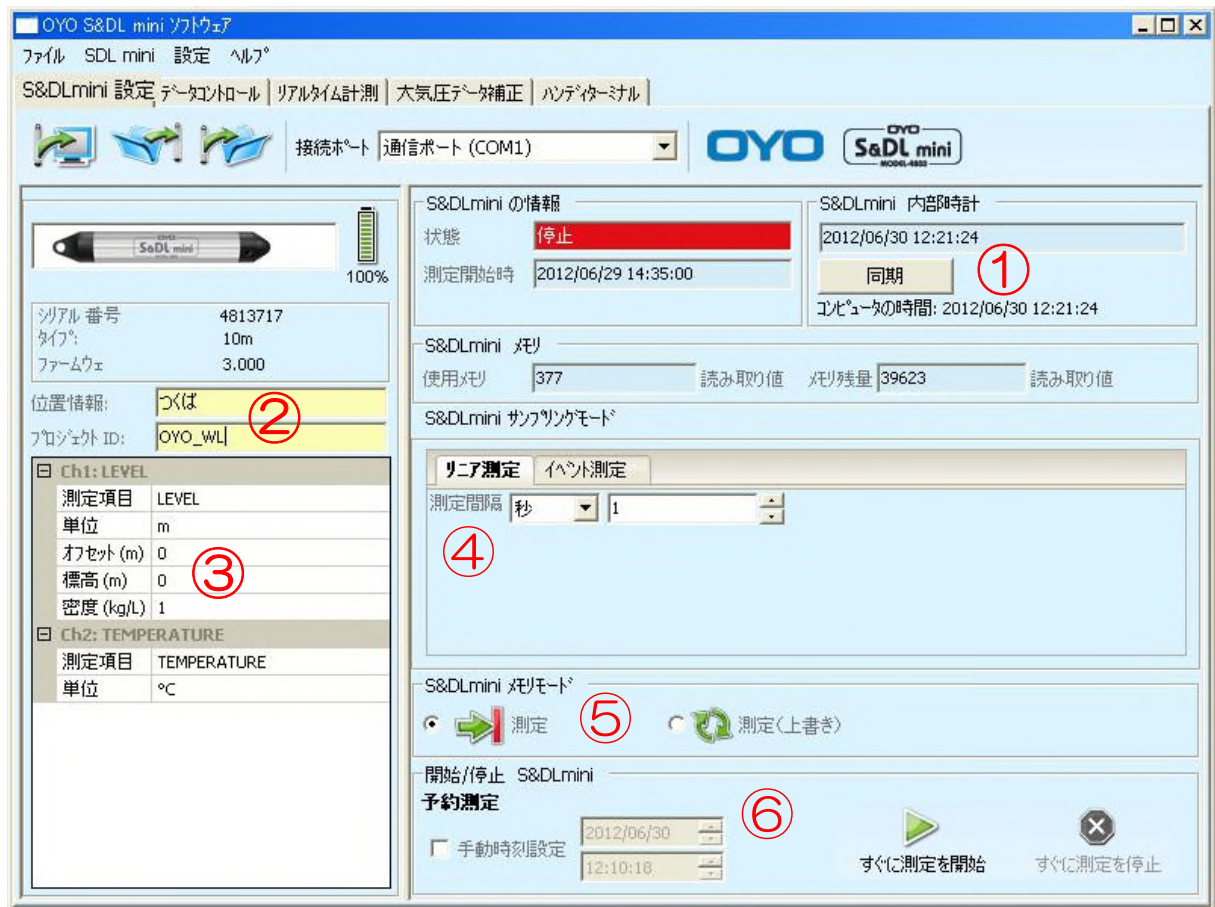

図 6-2 S&DL mini の内部情報の表示
### 6.1 S&DL mini の内部時計の設定 (図 6-2 ①)
### 6.2 位置情報、プロジェクト ID の設定 (図 6-2 ②)
### 6.3 オフセット[m]、標高[m]、密度[kg/L]の設定 (図 6-2 ③)